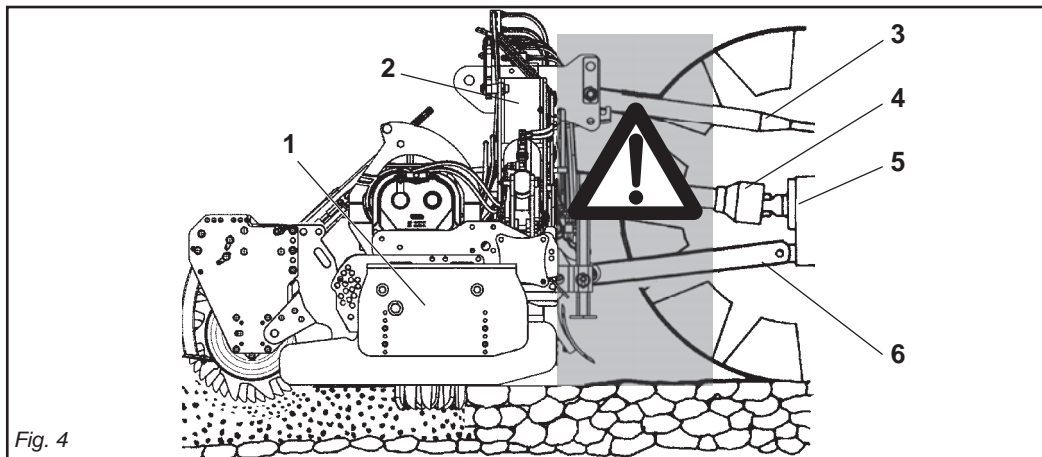

Fig. 4
- 25) *It is absolutely forbidden to stand between the tractor and the implement (Fig. 4) when the engine is running and the cardan shaft is engaged without having first engaged the hand brake and placed a block or stone under the wheels to prevent them from moving.*
- 25) Il est absolument interdit de se mettre entre le tracteur et l'appareil (Fig. 4) quand le moteur est en marche et le cardan enclenché, sans avoir tiré le frein de stationnement et bloqué les roues avec une cale ou un caillou.
- 25) *Es ist absolut verboten, bei laufendem Motor und eingeschalteter Gelenkwelle zwischen den Schlepper und das Gerät zu treten (Abb. 4). Dazu muß die Feststellbremse gezogen werden und unter die Räder ein Bremskeil oder ein großer Stein gelegt worden sein.*
- 25) Está terminantemente prohibido colocarse entre el tractor y el equipo (Fig. 4) con motor encendido y cardán inserido, o sin haber accionado el freno de estacionamiento y de colocar, debajo de las ruedas, una piedra u otro elemento de bloqueo.
- 29) È assolutamente vietato interporre fra il trattore e l'attacco della macchina per manovrare il comando dall'esterno per il sollevamento (Fig. 4).
- 29) *It is absolutely forbidden to stand between the tractor and the implement when manoeuvring the lift control from the outside (Fig. 4).*
- 29) Il est absolument interdit de se mettre entre le tracteur et l'attelage pour manoeuvrer la commande de relevage de l'extérieur (Fig. 4).
- 29) *Es ist absolut verboten, zwischen den Schlepper und den Anschluß zu treten, um die Aushebung von außen zu betätigen (Abb. 4).*
- 29) Está absolutamente prohibido colocarse entre el tractor y el enganche para maniobrar el mando desde el externo en la fase de elevación (Fig. 4).